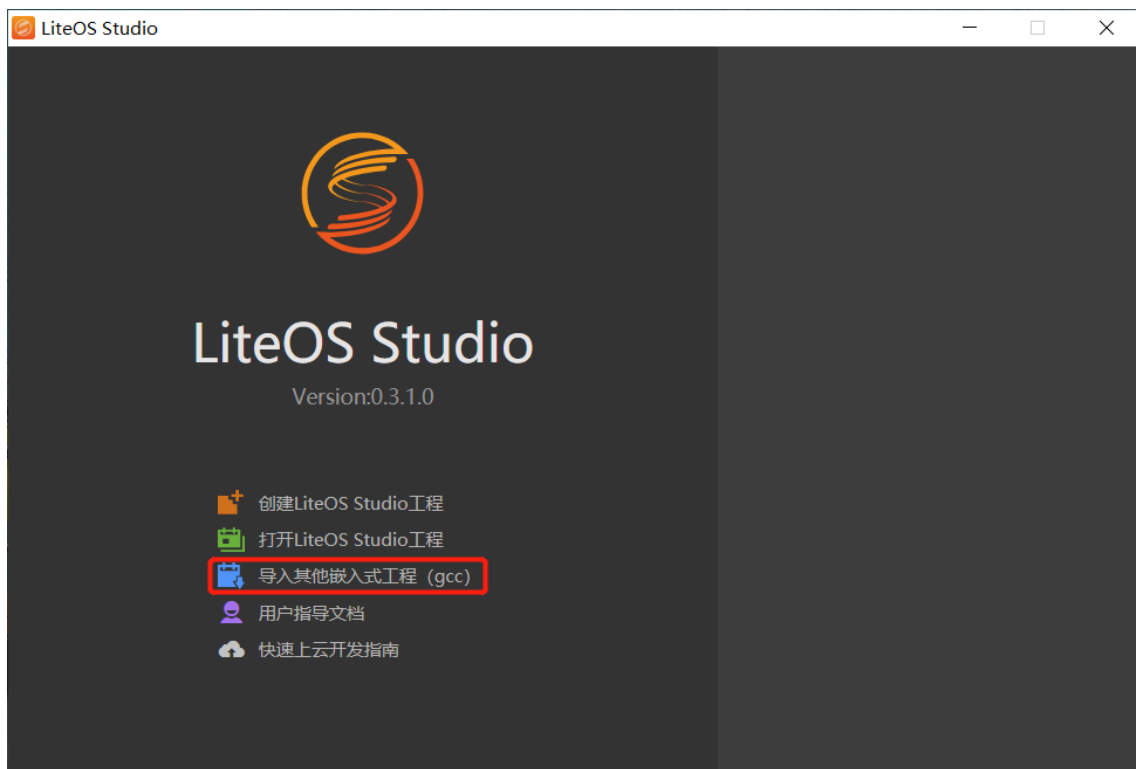

图 2-1 导入工程
**步骤1** 打开 LiteOS Studio 软件，在首页上单击“导入其他嵌入式工程（gcc）”，如图 2-1 所示。